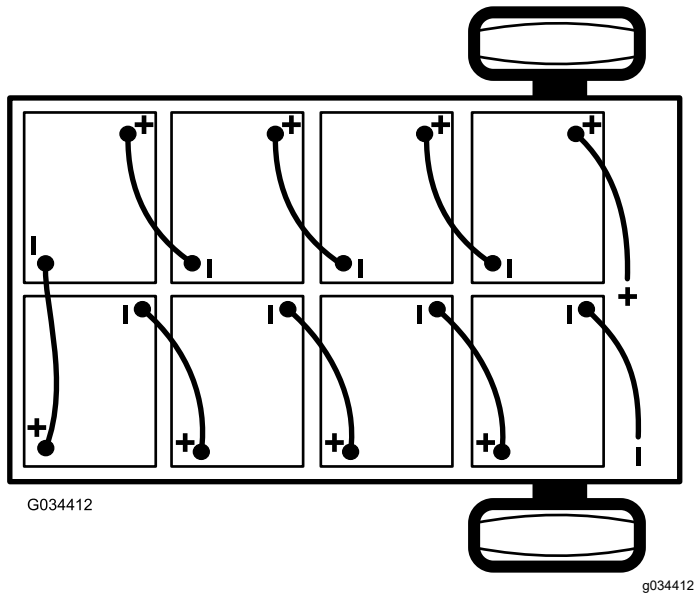

Figura 41
- Scollegate il cavo negativo principale della batteria (nero) che collega la serie di batterie al punto di messa a terra della macchina (Figura 41).
3. Scollegate il cavo positivo principale della batteria (rosso) che collega la serie di batterie al contattore principale della macchina (Figura 41).
Nota: Prestate attenzione alla polarità delle batterie quando montate le batterie nuove (Figura 41).
6. Collegate le batterie come mostrato in Figura 41 con i cavi interconnessi alle batterie rimossi al punto 1.
2. Collegate il cavo positivo principale (rosso) della batteria tra la serie di batterie e la macchina (Figura 41).
3. Collegate il cavo negativo principale (nero) della batteria tra la serie di batterie e la macchina (Figura 41).